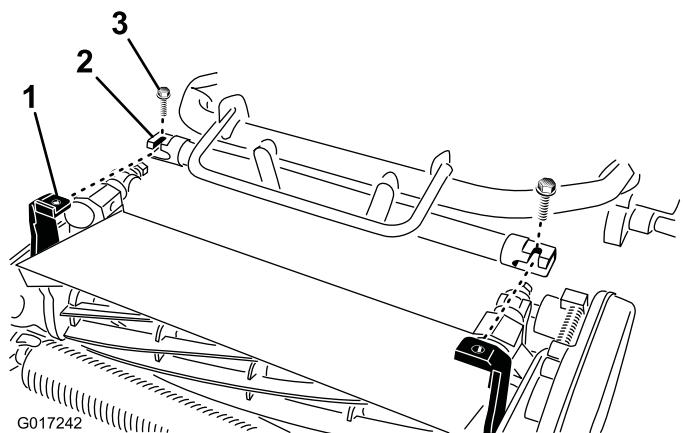

Figura 10
4. Mueva el bastidor de la unidad de tracción (Figura 10) hacia adelante hasta que se acople en los brazos de pivotación de la unidad de corte.
5. Sujete el bastidor de la unidad de tracción a los brazos de pivotación de la unidad de corte con 2 pernos (3/8 x 3/4") (Figura 10).